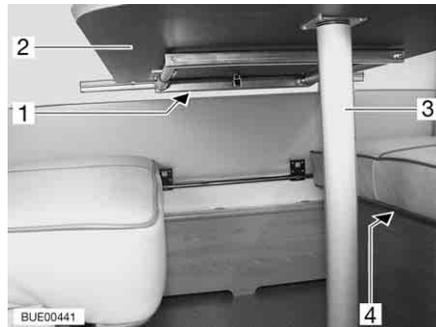
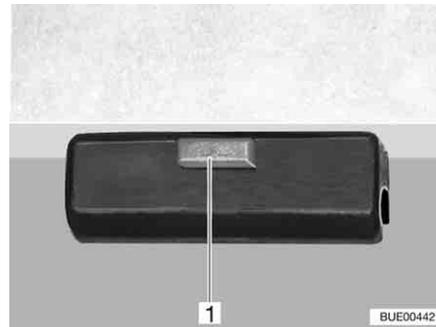

Fig. 89 Conversion en lit
Fig. 90 Dispositif de verrouillage
- Soulever légèrement le plateau de table (Fig. 89,2) à l'avant.
- Dévisser et retirer le pied de la table (Fig. 89,3).
- Appuyer sur le bouton de déverrouillage (Fig. 90,1) sur le dispositif de verrouillage (Fig. 89,1).
- Poser le plateau de table dans les réceptions (Fig. 89,4) sur les banquettes.